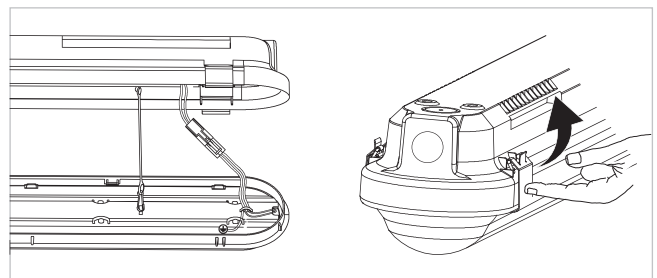

Abb. 9: Leuchte verschließen
7. Bringen Sie die Abdeckung wieder in ihre ursprüngliche Position und schließen Sie die Halteklemmen. (Abb. 9)